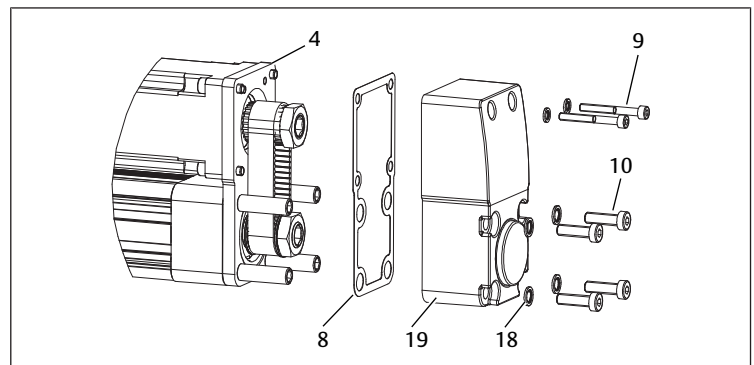

Bild 18: Montering av växellock
- Placera en platt tätning (8) mellan växellock (19) och mellanplatta (4).
- Skjut tättningsbrickorna (18) över skruvarna för infälld gängbussning (9/10).
- Sätt fast växellocket. Se → Bild 18.